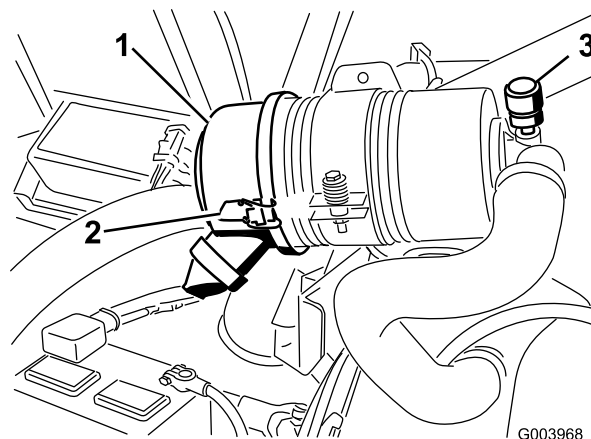

Figura 50
Effettuate la manutenzione del filtro dell'aria quando l'indicatore (Figura 50) lo richiede. Sostituendo il filtro dell'aria prima del necessario si aumenta il rischio che la morchia penetri nel motore quando si toglie il filtro.
1. Rilasciate i fermi che fissano il coperchio del filtro dell'aria al relativo corpo (Figura 50).